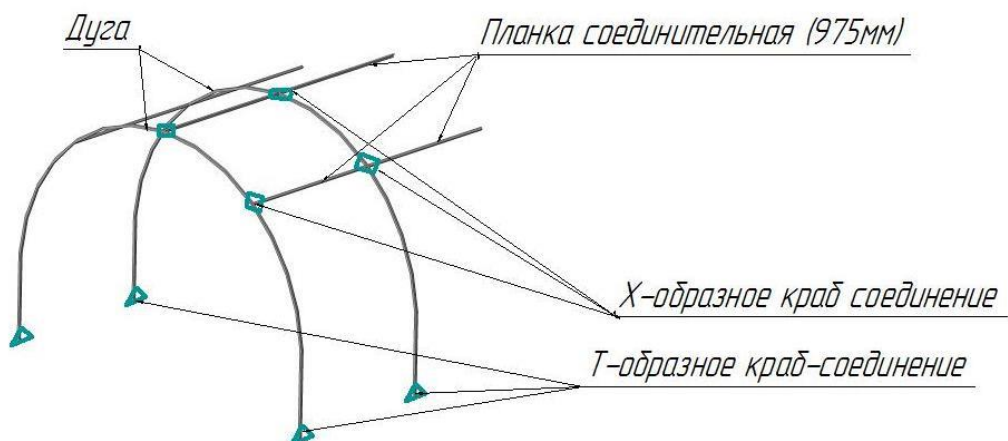

Рис.3 Схема сборки модулей каркаса теплицы «Апрель-Стандарт»
1. Уложите на землю торец теплицы таким образом, чтобы в вертикальном положении дверь открывалась наружу. К торцу с помощью Т-образных краб-соединений (Рис. 2Б) прикрепите соединительные планки размером 975мм. (Рис.3 Торцевой модуль 1).
3. Повторите все действия монтажа с другим торцом (Рис.3 Торцевой модуль 2).
4. Если длина теплицы более 4 метров, то соберите промежуточные модули (Рис.3 Промежуточный модуль) в той же последовательности, что и торцевые модули, в количестве, соответствующем длине теплицы.